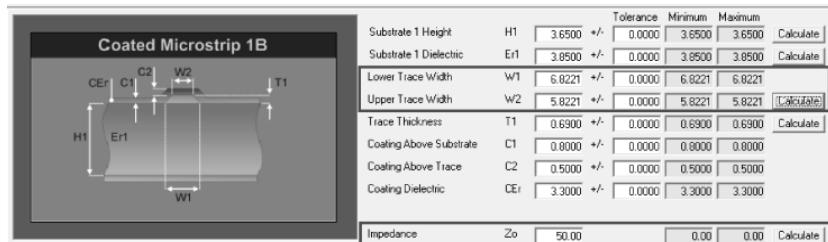
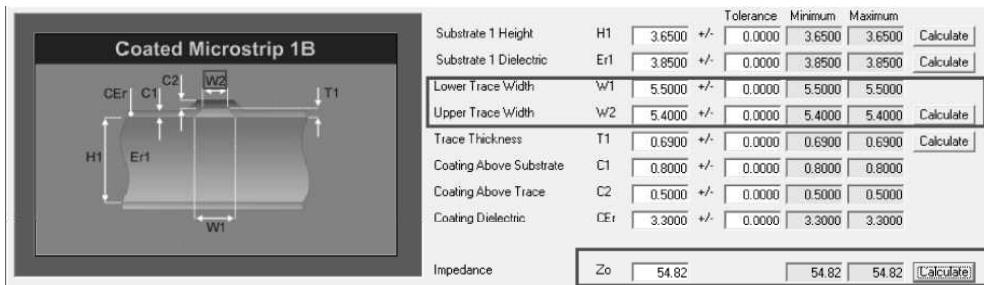

图10-54 根据阻抗计算线宽
图 10-55 根据线宽微调阻抗值
(3) 打开Polar SI9000软件，选择需要计算阻抗的阻抗模型，计算表层50欧姆单线阻抗线宽。如图10-54所示，根据压合层叠数据，填入相关已知参数，计算得出走线线宽W0=6.8mil。这个是计算出比较粗的走线，有时候会基于走线难度准许阻抗存在一定的误差，所以可以根据计算得出的走线线宽来稍微调整。例如，调整计算参数走线线宽5.5mil时，计算阻抗Zo=54.82，如图10-55所示。